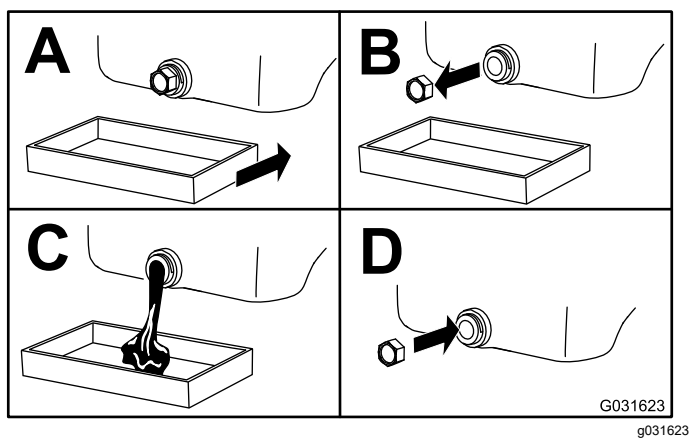

Figura 49
3. Cambie el aceite del motor, según se muestra en Figura 49.